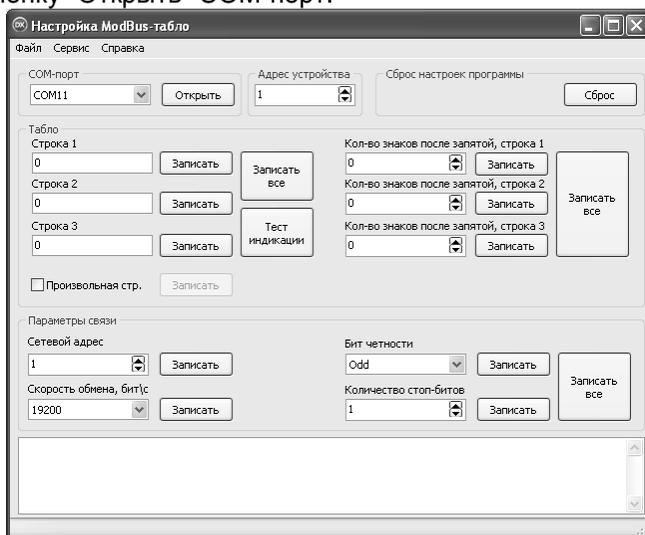

Рисунок 1
10.1 Настройка параметров устройства производится с ПК, с установленной на нем сервисной программой "Настройка ModBus - табло" (далее – программа). Для настройки необходимо запустить программу (ModBusDisplay.exe). В появившемся окне (рисунок 1) выбрать COM-порт компьютера, к которому подключено устройство, и сетевой адрес устройства с которым будет проводиться дальнейшая работа. Нажать кнопку "Открыть" COM-порт.